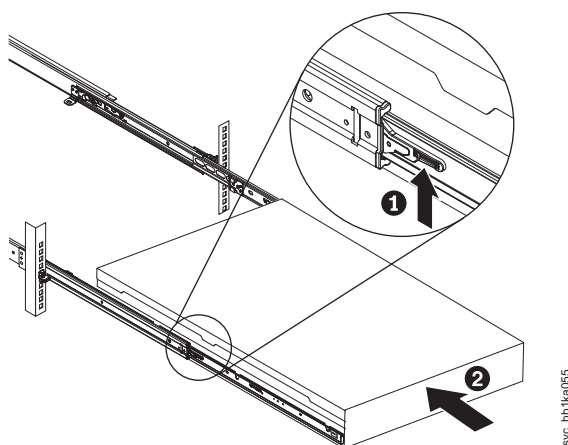

図 323. ラックのスライド・レールの SAN ボリューム・コントローラー 2145-DH8 ロック・レバーを上げる
17. スライド・レール上のロック・レバー (図 323 の **1**) を上げて、サーバー **2** を、所定の位置にカチッと音を立てて収まるまで、ラック内に完全に押し込みます。